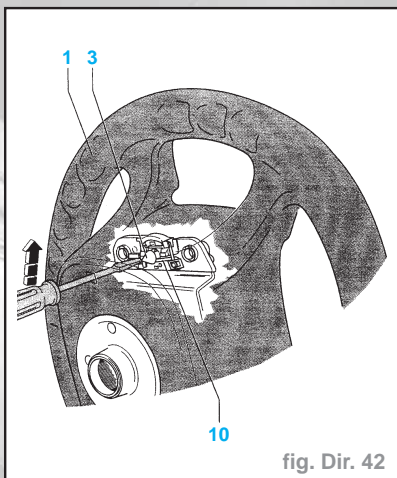

fig. Dir. 42
- Enfoncer le tournevis dans le sens de la flèche. L'agrafe (10) est alors repoussée, ce qui a pour effet de déverrouiller le crochet d'arrêt (3) du module de sac gonflable (fig. Dir. 42).